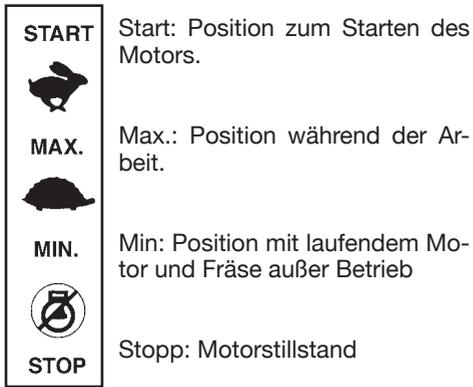

Fig. 13
Die Beschleunigungssteuerung auf Position "START" einstellen (Abb. 13).
Den Beschleunigungshebel auf Position "STOPP" einstellen (Abb. 13).
- Die Steuerung zur Beschleunigung bei laufendem Motor auf "MAX" positionieren (Abb. 13) und auf die Holme drücken, dann den Bremssporn am Boden ansetzen.